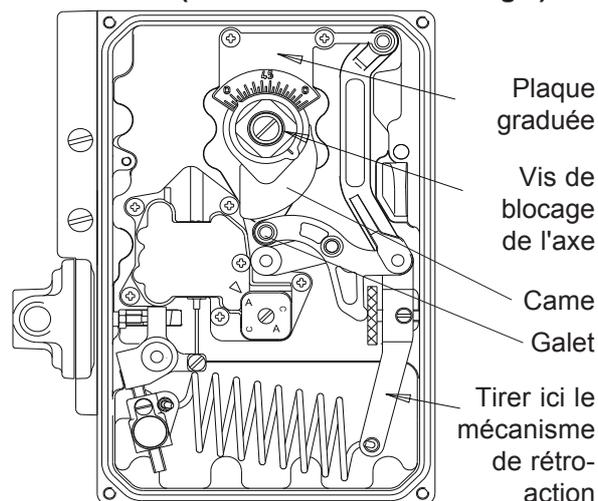

FIGURE 2 : Positionneur ouvert indiquant les pièces à retirer pour le montage.
2.1.2 Oter le couvercle du positionneur. Dévisser les deux vis M4 qui maintiennent la plaque rouge graduée et retirer l'axe du positionneur (voir figure 2).
2.1.4 D'une main tirer le mécanisme de rétroaction et de l'autre placer l'axe du positionneur sur la sortie d'axe carrée de l'actionneur (voir figure 2). Note : la figure 2 représente un positionneur anti-horaire. Dans le cas d'un positionneur horaire, la came est inversée. Pour changer le sens de rotation, voir §4.1 page 5. Si la palette de l'actionneur a bien été placée à mi-course, le galet arrive environ à mi-course de la came. S'assurer que l'axe du positionneur est poussé à fond sur le carré de l'actionneur puis serrer la vis de blocage de l'axe ce qui aura pour effet de centrer le galet sur l'épaisseur de la came. Remettre en place la plaque graduée.